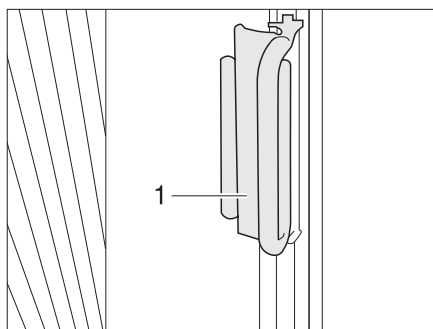

Fig. 12 Tirador de estor plegable ventana del conductor/acompañante
**Aseguramiento:** ■ Empujar los estores plegables de la ventana del conductor y la ventana del acompañante con el tirador (Fig. 12,1) a la pieza sobrepuesta. El estor plegable está asegurado.